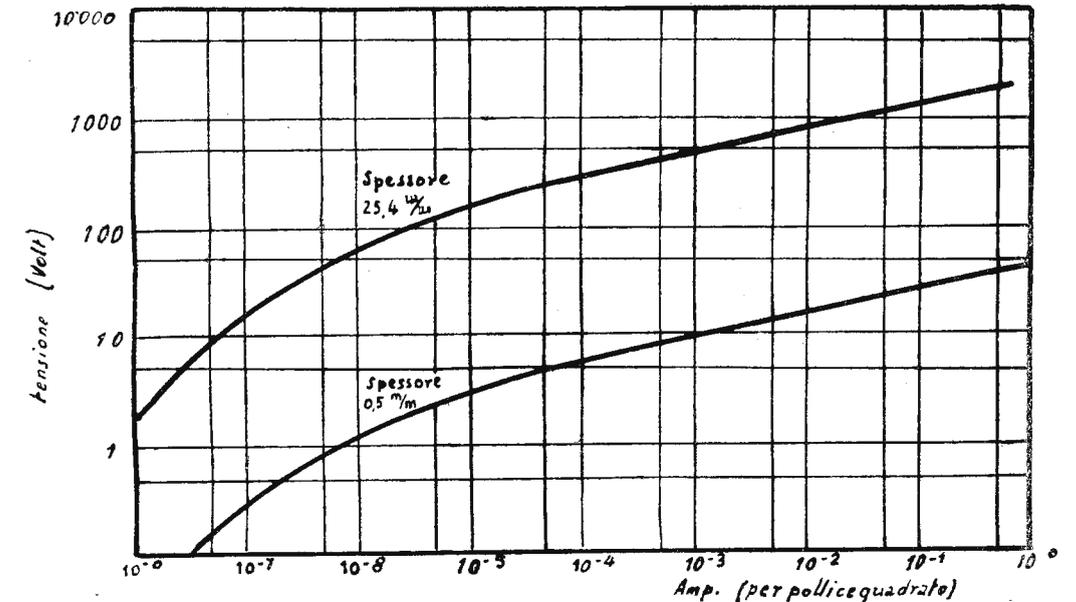

Fig. 2. - Caratteristica V-I di due varistori alla « thyrite » in coordinate doppiamente logaritmiche.
Fig. 2 - Per comodità di esame e di studio il televisore può essere ridotto, trascurando le alimentazioni ed il «suono» a questo semplice schema. La parte «video» può essere tanto ad amplificazione diretta che a cambiamento di frequenza (supereterodina).
Un'altra differenza molto importante è data dal fatto che per i varistori simmetrici (« thyrite », « metrosil », ecc.), la caratteristica si trova in genere spostata in una zona lontana da quella in cui operano generalmente i varistori asimmetrici (raddrizzatori a secco): un campione di « thyrite » dello spessore di 25 mm circa può lavorare in una gamma di tensioni che va da 1 V a 3000 V circa, mentre la corrispondente corrente varia da 10^{-8} ad 1 A (7) (vedi fig. 2). Press'a poco la medesima, per ampiezza e dislocazione, è la gamma di « lavoro » del « metrosil ». Ciò è dovuto essenzialmente al fatto che in tali tipi di varistori, i numerosissimi contatti fra i granuli di carburo di silicio e la sostanza legante agiscono in serie; la caduta totale di tensione ai capi dell'elemento non è dunque altro che la somma di numerosissimi addendi, ciascuno relativo ad un singolo contatto e ciascuno dello stesso ordine di grandezza di quello che si verifica in un normale raddrizzatore a strato di sbarramento (dove si ha un solo di tali contatti).